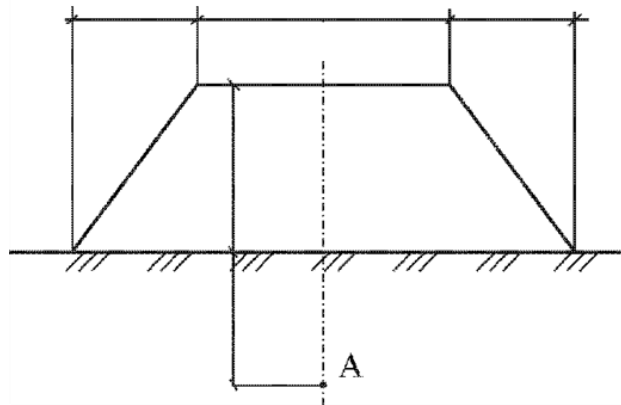

Рис.4
6. Найти высоту грунтовой насыпи  $H_n$ , имеющей размеры  $B$  и  $a$ , плотность  $\rho_n$ , если известно нормальное сжимающее напряжение  $\sigma_{zn}$  от веса насыпи в точке  $A$  на глубине  $z$  под центром насыпи (рис.4).